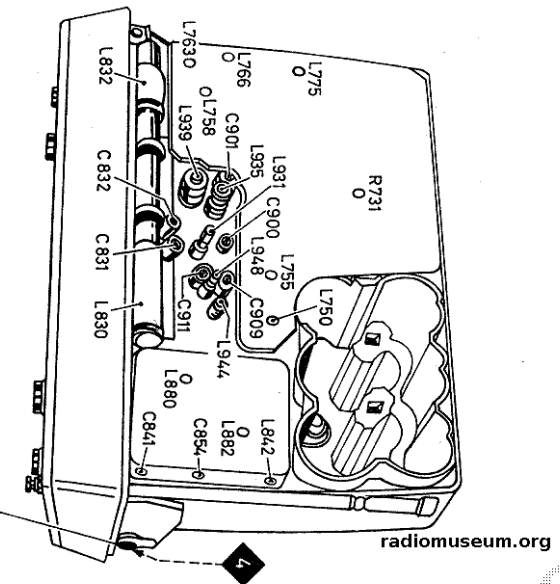

Fig. 4
4. Den Ruhestrom ca. 1 Minute nach dem Einschalten des Gerätes mit dem Einstellregler R731 auf $7\text{ mA} \pm 1,4\text{ mA}$ bei einer Betriebsspannung von 9 V einstellen, Fig. 4.
4. Approx. 1 minute after switching on set, set zero signal current via adjuster R 731 to $7\text{ mA} \pm 1,4\text{ mA}$ at an operating voltage of 9 V, see fig. 4.